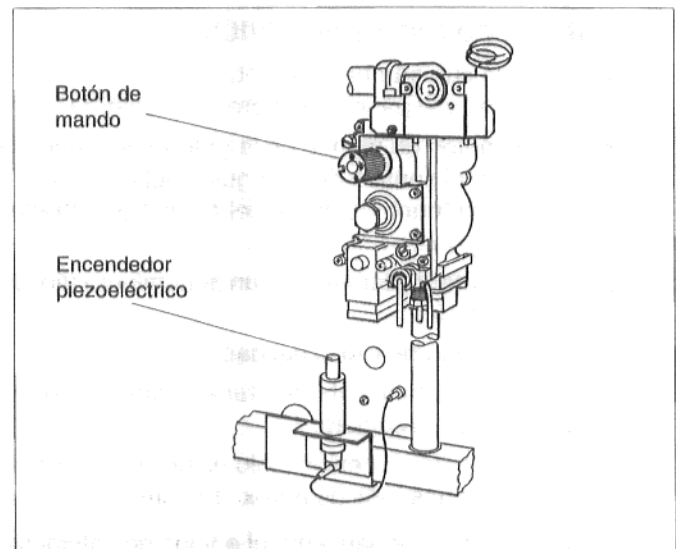

Fig. 6
- Pulsar y mantener pulsado el botón de mando de la grifería del quemador de gas. Al mismo tiempo, pulsar varias veces el encendedor piezoeléctrico (fig. 6). La chispa así producida enciende la llama piloto. Después de aprox. 1/2 minuto, soltar el botón de mando y controlar, si la llama piloto está encendida. Durante la primera puesta en servicio, mantener pulsado el botón de mando durante más tiempo y si fuera necesario, repetir el procedimiento varias veces.